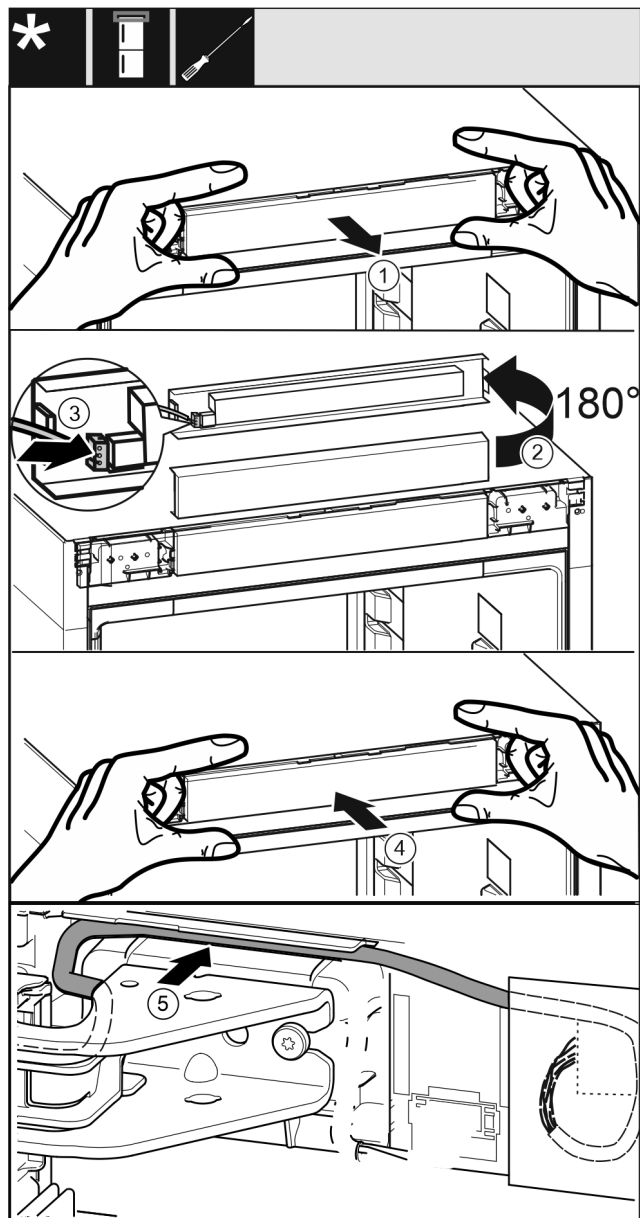

Fig. 45
- ▶ Opatrně vyjměte panel Fig. 45 (1).
- ▶ Panel Fig. 45 (2) otočte nahoru o 180°.
- ▶ Zástrčka Fig. 45 (3) zacvakne do panelu.
- ▶ Nasadte panel Fig. 45 (4) zpět na spotřebič.
- ▶ Kabel Fig. 45 (5) opatrně položte ve vedení nad horním stojanem ložiska.